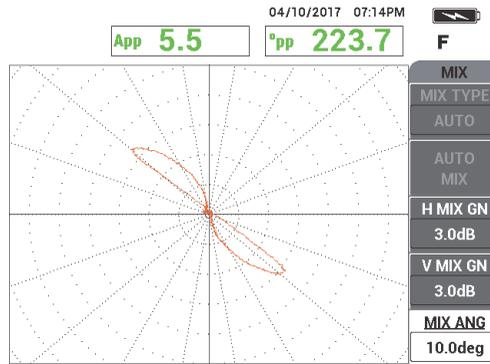

Figura 5-172 Il segnale del foro passante dopo la regolazione dell'angolo della funzione AUTO COMB.
8. Premere **ANG.COMB.** (tasto E) e in seguito ruotare il segnale **COMB.** fino a quando il segnale del foro raggiunge una fase di approssimativamente 40° (vedere Figura 5-172 a pagina 263).